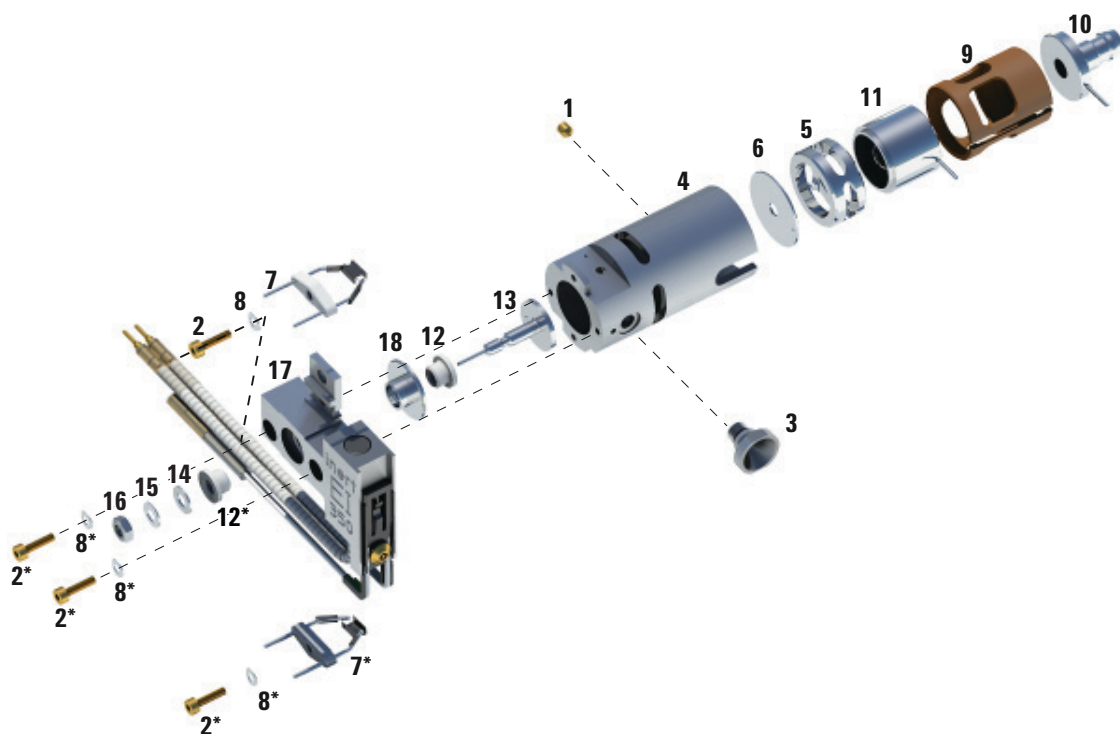

Figure 15 Démontage de la source EI standard ou inerte
- 2 Retirer les deux vis dorées des filaments, puis retirer les filaments de la source. Voir la section Figure 15, page 134.
Tableau 24 Liste des pièces de la source EI standard ou inerte (Figure 15)
Tableau 24 Liste des pièces de la source EI standard ou inerte (Figure 15) (suite)